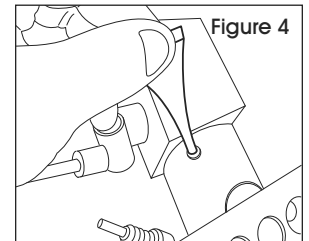

Figure 4
4. Once inspection is complete, attach the head using the supplied Loctite 222MS on the threaded holes. (See Figure 4) Re-attach the igniter connector to the spark plug.
4. Une fois l'inspection terminée, appliquez l'adhésif Loctite 222MS fourni sur les trous filetés puis fixez la tête. (Voir Figure 4) Fixez à nouveau le raccord de l'allumeur à la bougie d'allumage.